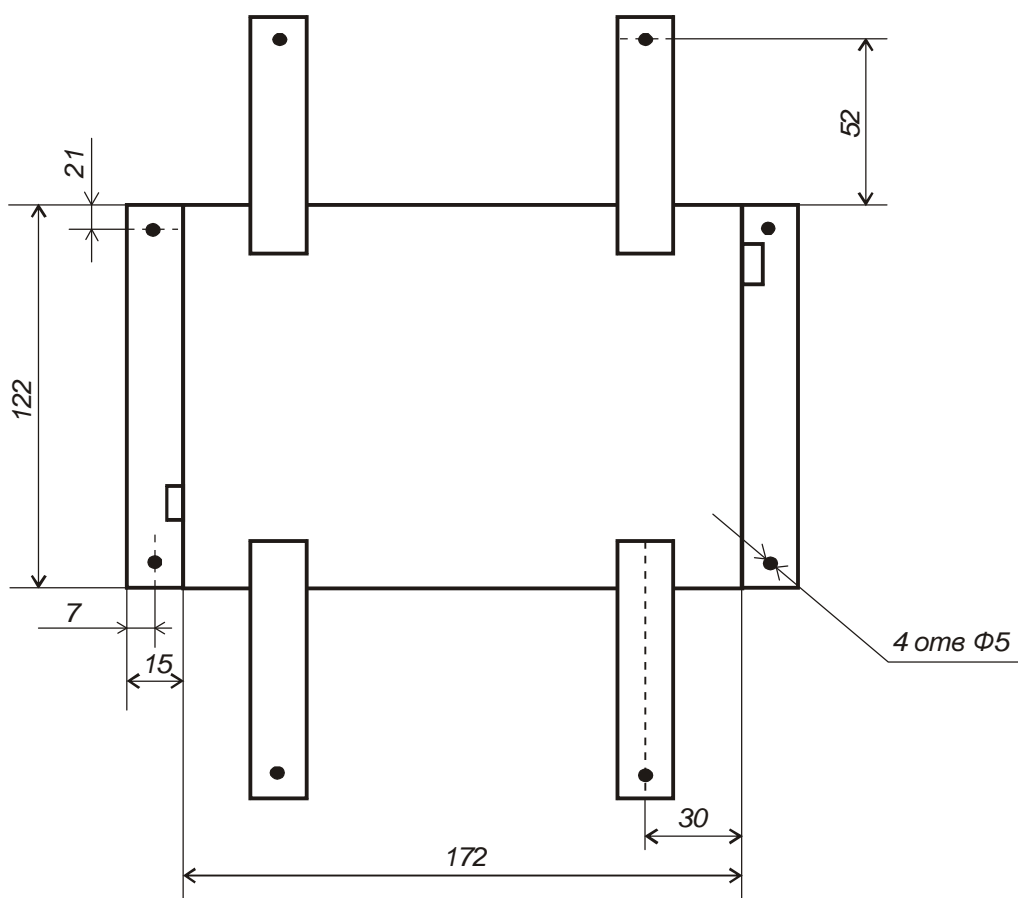

Рисунок 3 — Блок измерения и усиления (вид сверху)
2. Подключите блок усиления к блоку АЦП, используя соединительный кабель блока усиления и блока АЦП К1 (см. табл. 1 и рис. 3—5).